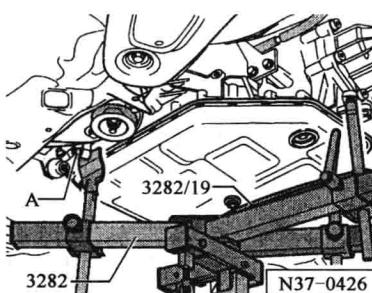
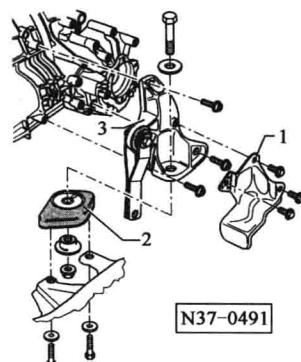

图 1-19 变速器托架
图 1-20 支撑、支架
(8) 安装变速器托架,如图 1-19 所示:
①安装_____3282。
②将带有变速器托架的举升器 V.A.G 1383A 升到升到变速器下方使其支撑起变速器。
③调整调整盘使其与_____平行。
④用螺栓_____将变速器定位于变速器托架上。
(9) 变速器支架的拆卸,如图 1-20 所示: